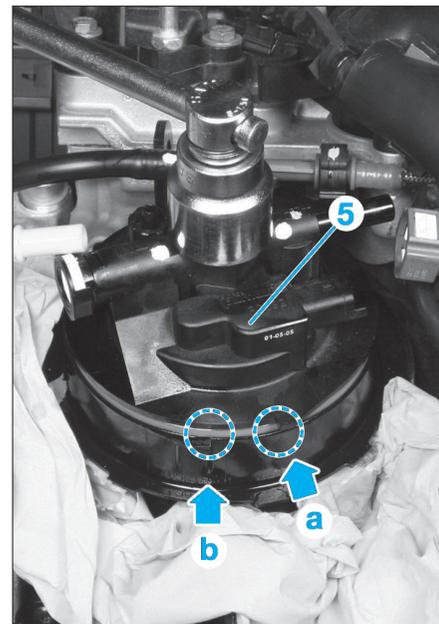

Fig. 39
- Remplacer le joint d'étanchéité (7).
- Une fois le couvercle (5) vissé, l'index (a) du couvercle doit être en butée sur l'index (b) du boîtier (Fig.39).